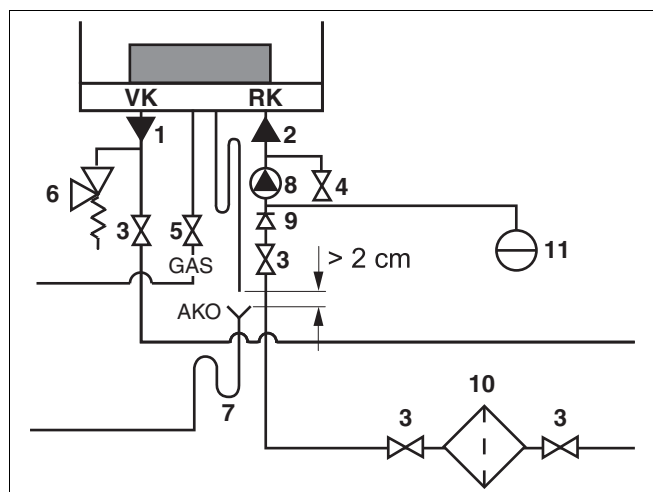

Fig. 14 Aansluiten cv-leidingen aanvoer en retour
- Monteer, in verband met reparatiewerkzaamheden aan het cv-toestel, in de aanvoer- en retourleiding een serviceafsluiter (→ fig. 14, [3], pag. 22). Gebruik serviceafsluiters met een minimale diameter van 1½".
- Sluit een vul- en aftapkraan in de retourleiding aan (→ fig. 14, [4], pag. 22).
- Monteer een overstort van 3 bar (diameter 1") in de aanvoerleiding. Zorg ervoor, dat de overstort tussen het cv-toestel en de serviceafsluiter wordt gemonteerd. Daardoor staat de overstort ook bij gesloten serviceafsluiters in verbinding met de overstort (→ fig. 14, [6], pag. 22).